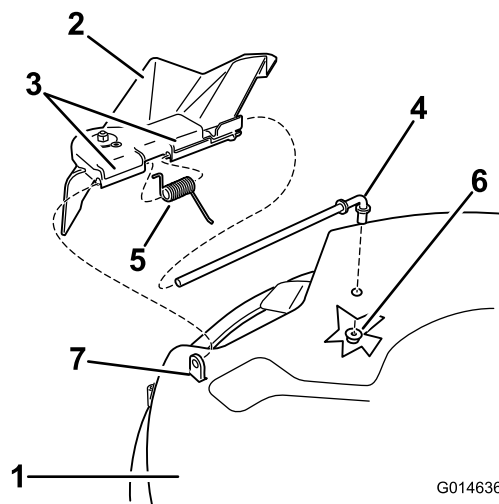

Figura 57
- Localice los elementos mostrados en la Figura 57.
- Retire la tuerca (3/8 pulg.) de la varilla (debajo del cortacésped) (Figura 57).
- Retire la varilla del espaciador corto, del muelle y del deflector de hierba (Figura 57). Retire el deflector de hierba dañado o desgastado.
- Vuelva a colocar el deflector de hierba (Figura 57).
deflector de hierba. Deslice la varilla por el segundo soporte del deflector de hierba (Figura 57).
7. Introduzca la varilla, en la parte delantera del deflector de hierba, por el espaciador corto de la carcasa. Fije el extremo trasero de la varilla en el cortacésped con una tuerca (3/8 pulg.) (Figura 57).